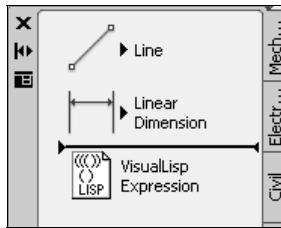

Рис. 13.14. Инструментальная палитра в момент переноса на нее команды нанесения размера
3. Установите курсор в любом месте выбранного размера, но обязательно вне ручек, нажмите левую кнопку мыши и, удерживая ее, переместите указатель курсора на свободное поле палитры и после появления горизонтального отрезка с засечками отпустите ее там (рис. 13.14).